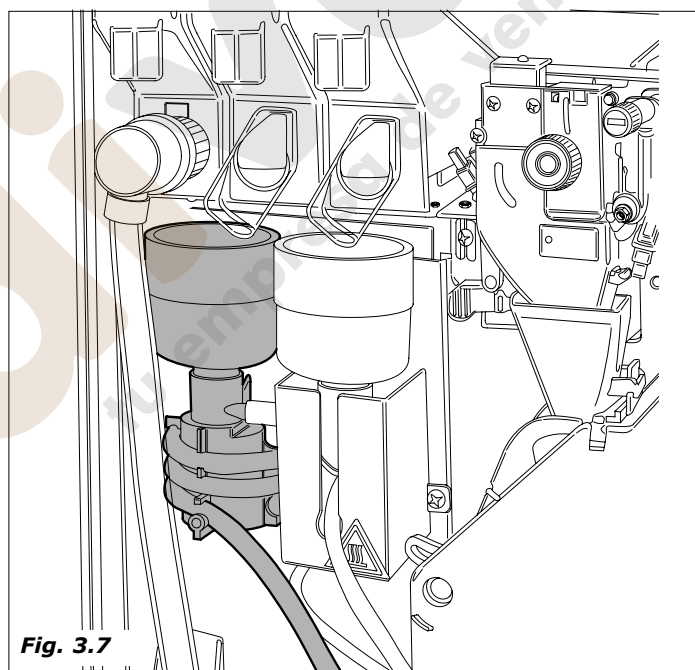

Fig. 3.7
- primero se activa el motor de la batidora (Fig.3.7).